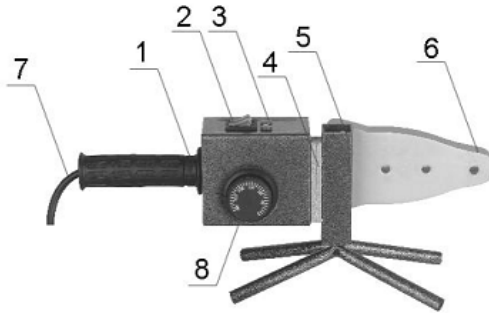

Рисунок 1
2.2.1 Виріб складається з наступних основних частин: нагрівального елемента (6), в який встановлюються циліндричні змінні насадки з тефлоновим покриттям для розігріву стикових поверхонь труб різноманітних діаметрів перед зварюванням; корпусного блоку управління з рукояткою (1), двома світловими індикаторами нагріву і контролю температури (3), терморегулятором (8), вимикачем (2) та фіксованним для під'єднання опори; опора для встановлення та утримання виробу під час розігріву – згідно рис. 1. Виріб комплектується змінними насадками для певної номенклатури діаметрів труб.